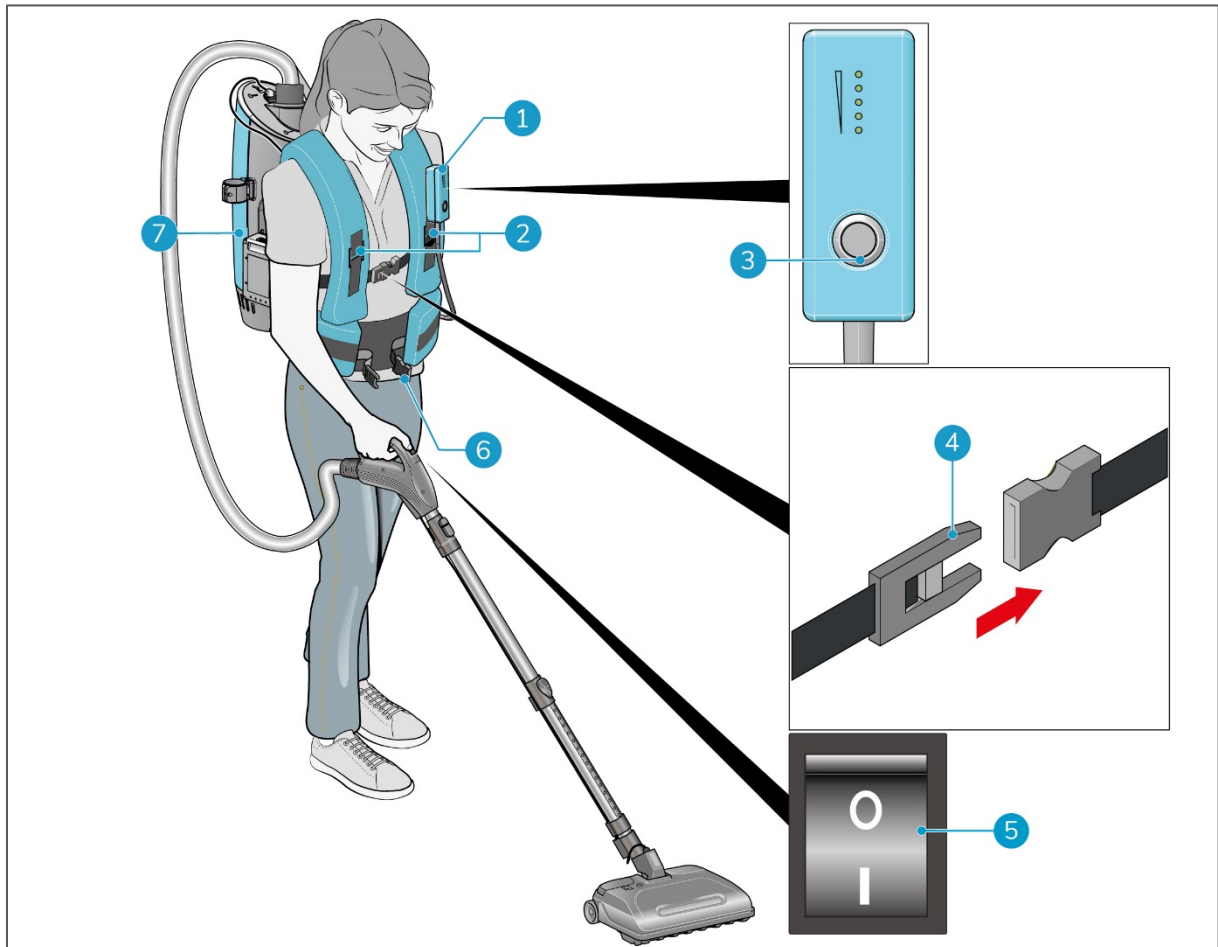

Figura 19
11. Colócate la i-move 2.5B® en la espalda (Figura 19, pos. 7).
12. Cierra la correa de la cintura, ajústala hasta que se quede cómoda (Figura 19, pos. 6).
13. Aprieta las 2 hebillas hasta que se ajusten cómodamente (Figura 19, pos. 2).
14. Abrocha la hebilla por la parte delantera (Figura 19, pos. 4).
15. Engancha el mando a distancia en la cintura o en una de las hebillas (Figura 19, pos. 1).
16. Pulsa el interruptor ON/OFF (Figura 19, pos. 3) para encender la i-move 2.5B.
17. Presiona el interruptor ON/OFF (Figura 19, pos. 5) para encender el i-brush®, el i-brush funciona mejor si no se aplica presión al cepillo.
1. Pulsa el interruptor ON/OFF (Figura 19, pos. 5) para apagar el i-brush.
2. Pulsa el interruptor ON/OFF (Figura 19, pos. 3) para apagar la i-move 2.5B®.
3. Suelta la hebilla (Figura 19, pos. 4) por la parte delantera.
4. Suelta las dos hebillas (Figura 19, pos. 2).
5. Abre la correa de la cintura (Figura 19, pos. 6).
6. Retira el mando a distancia de la cintura o de una de las hebillas (Figura 19, pos. 1).